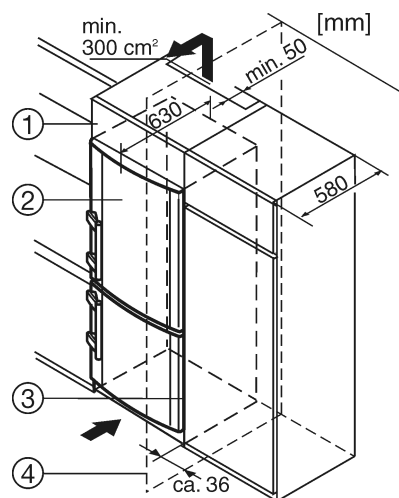

Fig. 9
(1) Дополнительный шкафчик
(2) Устройство
(3) Кухонный шкаф
(4) Стенка
Устройство может быть окружено предметами кухонной обстановки. Чтобы уравнять устройство Fig. 9 (2) по высоте с кухонной стенкой, можно установить над устройством соответствующий дополнительный шкафчик Fig. 9 (1).
При комбинировании с обычными кухонными шкафами (глубина макс. 580 мм) устройство можно установить непосредственно рядом с кухонным шкафом Fig. 9 (3). Дверца устройства выступает по сторонам на 34 мм и по центру устройства на 50 мм относительно передней стенки кухонного шкафа. Поэтому ее можно свободно открывать и закрывать.
Если устройство установлено на шарнирах у стены Fig. 9 (4), то расстояние между устройством и стеной должно быть не менее 36 мм. Настолько выступает ручка при открытой дверце.